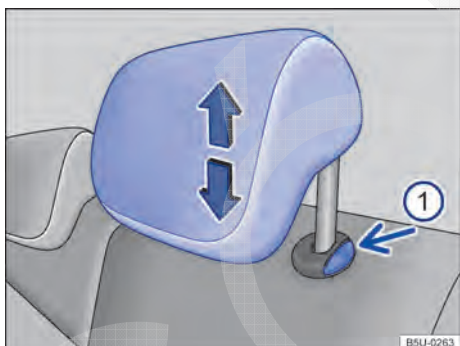

Fig. 81 Desinstalar o apoio para cabeça traseiro.
- Pressionar o botão → Fig. 81 (B) no sentido da seta. Retirar o apoio para cabeça com o botão pressionado.
- Empurrar o apoio para cabeça para baixo com o botão → Fig. 81 (B) pressionado.